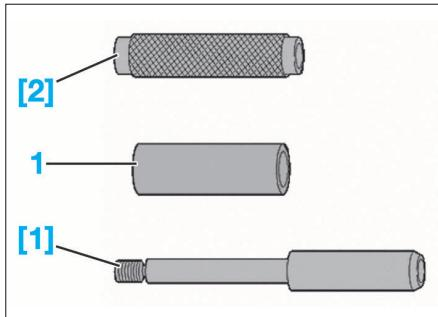

FIG. 61
- Placer l'axe du piston (1) sur le mandrin [1] (Fig. 61).